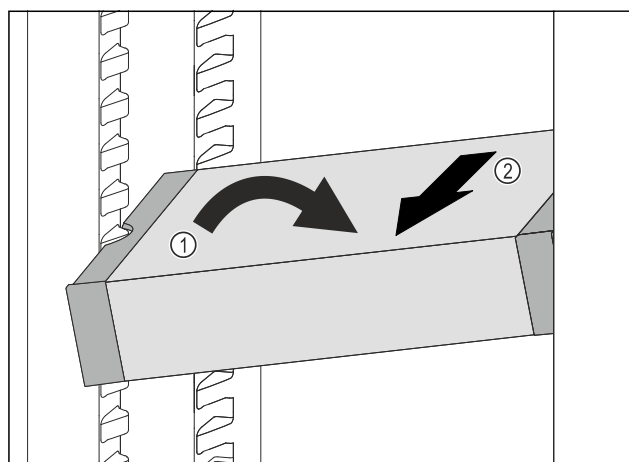

Fig. 133
- ▶ VarioSafe ustawić w chłodziarce pod skosem. Fig. 133 (1)
- ▶ VarioSafe wyjąć do przodu. Fig. 133 (2)